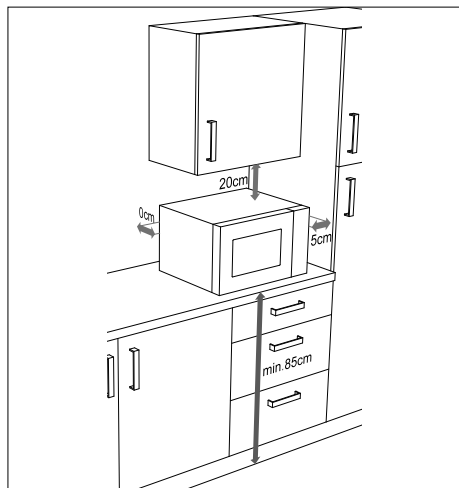

Fig. 5 – Distanza dell'apparecchio
- ▶ Per assicurare un'aerazione adeguata, rispettate le distanze indicate (**vedere Fig. 5**). Il distanziatore sulla parte posteriore dell'apparecchio deve poggiare contro la parete per garantire la corretta distanza tra parete e forno a microonde al momento del posizionamento.